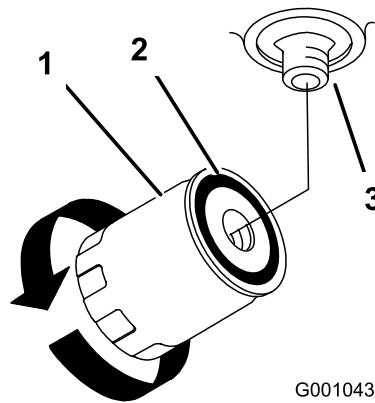

図 75
4. オイルフィルタを外し、フィルタのアダプタのガスケットの表面をきれいに拭く図75。
7. ガスケットがアダプタに当たるまで手でねじ込み、そこから更に1/2回転増し締めする図75。